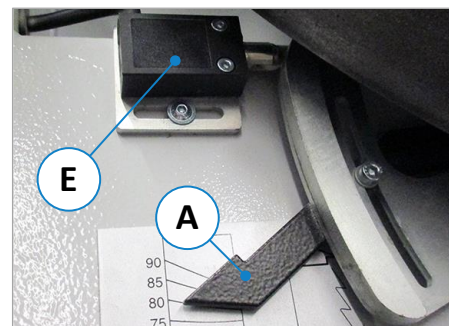

Abbildung 68: Endschalter für Bandspannung
Funktionsweise: Der in ⇒ Abbildung 68 gezeigte Endschalter (E) steuert die rote Kontrollleuchte an, sobald die Sägeblattspannung unzureichend oder nicht vorhanden ist.